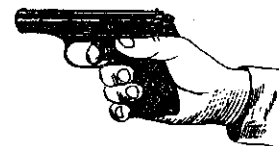

Рис. 26. Правильное удержание пистолета
- выбрать точку прицеливания и, не прекращая наблюдения за целью, вытянуть правую руку вперёд, вложить указательный палец в скобу и наложить первым суставом на хвост спускового крючка, большой палец вытянуть по левой стороне рукоятки параллельно направлению ствола, вытянутую правую руку держать свободно, без напряжения, кисть этой руки держать в плоскости, проходящей через ось канала ствола и локоть руки, рукоятку пистолета не сжимать и держать её по возможности однообразно (рис. 26);